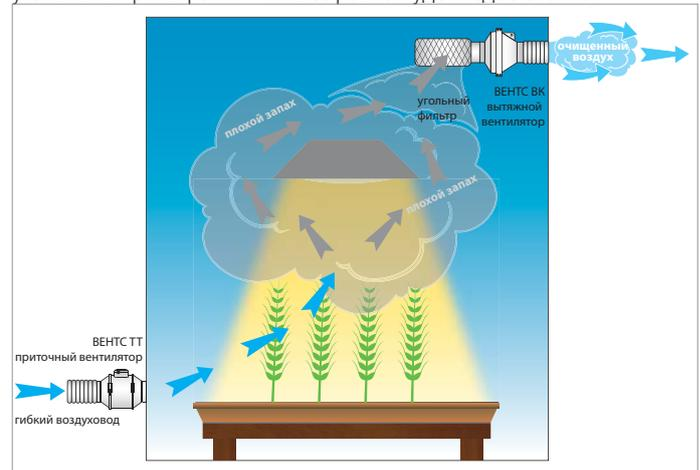

Рис. 14. Угольный фильтр поглощает любые неприятные запахи, выделяемые растениями.
2. Некоторые виды культур могут выделять неприятные запахи. Установка профессионального угольного фильтра на вытяжной вентилятор обеспечивает удаление до 90-95% неприятных запахов, позволяя выращивать практически любые культуры без жалоб со стороны окружающих. Тем не менее, в этом случае большую роль играет правильный подбор фильтра в зависимости от используемого вентилятора (Рис. 14). Запахи отличаются измеримым "временем задержки", которое должно пройти до их полного поглощения. Таким образом, для вытяжного вентилятора производительностью 750 м³/ч понадобится угольный фильтр аналогичной производительностью 750 м³/ч. Не стоит экспериментировать с менее эффективными угольными фильтрами — их всё равно будет недостаточно.